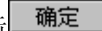

图 3.19 “转移/快速”选项卡
Step2. 单击“非切削移动”对话框中的“转移/快速”选项卡，其参数设置值如图 3.19 所示，单击按钮，完成非切削移动参数的设置。